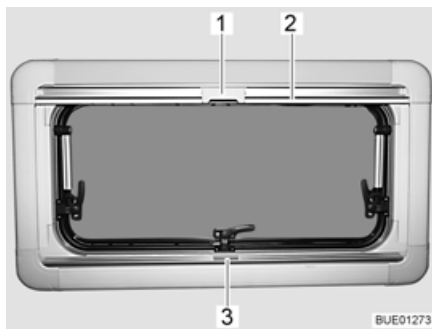

Bild 100 Överkantshängt fönster
- Ta tag i mitten på plisségardinens list (Bild 100,3) och drag den nerifrån och uppåt och släpp den vid önskad höjd. Plisségardinen stannar på denna höjd.
**Stänga:** ■ Drag, med listen, (Bild 100,2) ner insektsnätet tills listen stöter mot plisségardin (Bild 100,3).
■ Lås fast insektsnätets spärr (Bild 100,1) på plisségardinens list.
**Öppna:** ■ Tryck spärren (Bild 100,1) upptill på insektsnätet bakåt.
■ För långsamt tillbaka insektsnätet med listen (Bild 100,2).